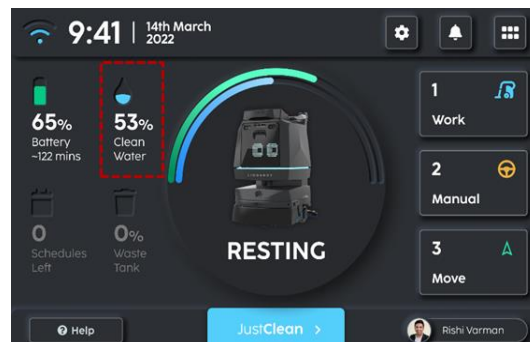

FIGURE 2-16
1. Vérifiez le niveau d'eau propre (Fig. 2-16) sur l'écran tactile attaché au R3 SCRUB PRO.